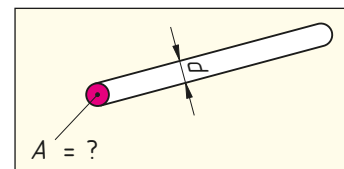

Bild 1: Aderdurchmesser und -querschnitt
1. Berechnen Sie die Querschnittsfläche einer Kupferader (**Bild 1**) mit einem Durchmesser von 1,784 mm.